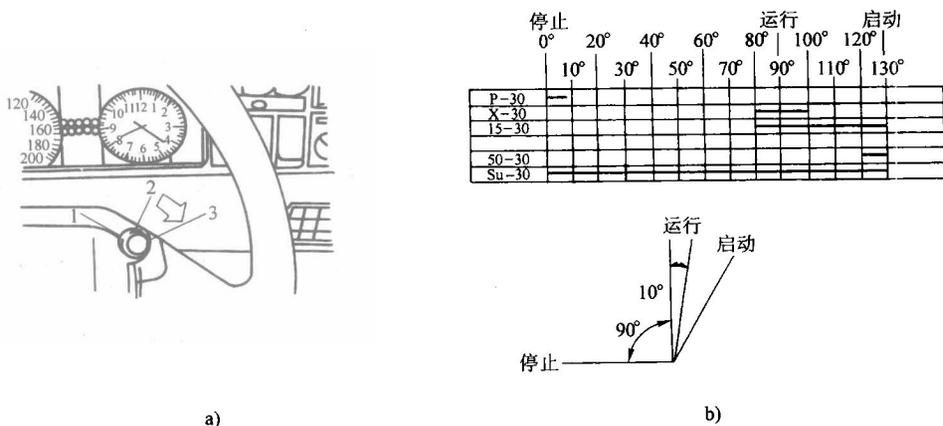

图 1—3 点火开关的位置及功能原理
1. 点火开关的主要功能和使用要领 点火开关是汽车控制系统的关键部件，其位于汽车转向柱的右侧，具有 3 个操控位置，分别为：熄火关机位置、正常工作位置和启动位置，如图 1—3 所示。捷达系列轿车随车配备有主钥匙和副钥匙，这两种钥匙均可控制点火开关。
(1) 点火开关的电路。如图 1—3 所示，点火开关具有 30、50、15、P、X、Su 6 个接线端子，各端子的接线情况如下：